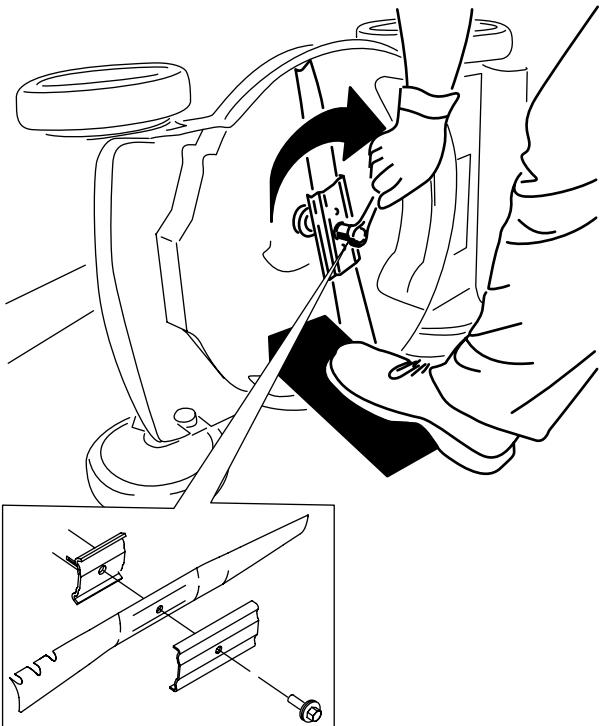

Bild 32
5. Setzen Sie das neue Messer und alle Schrauben auf (Bild 32).